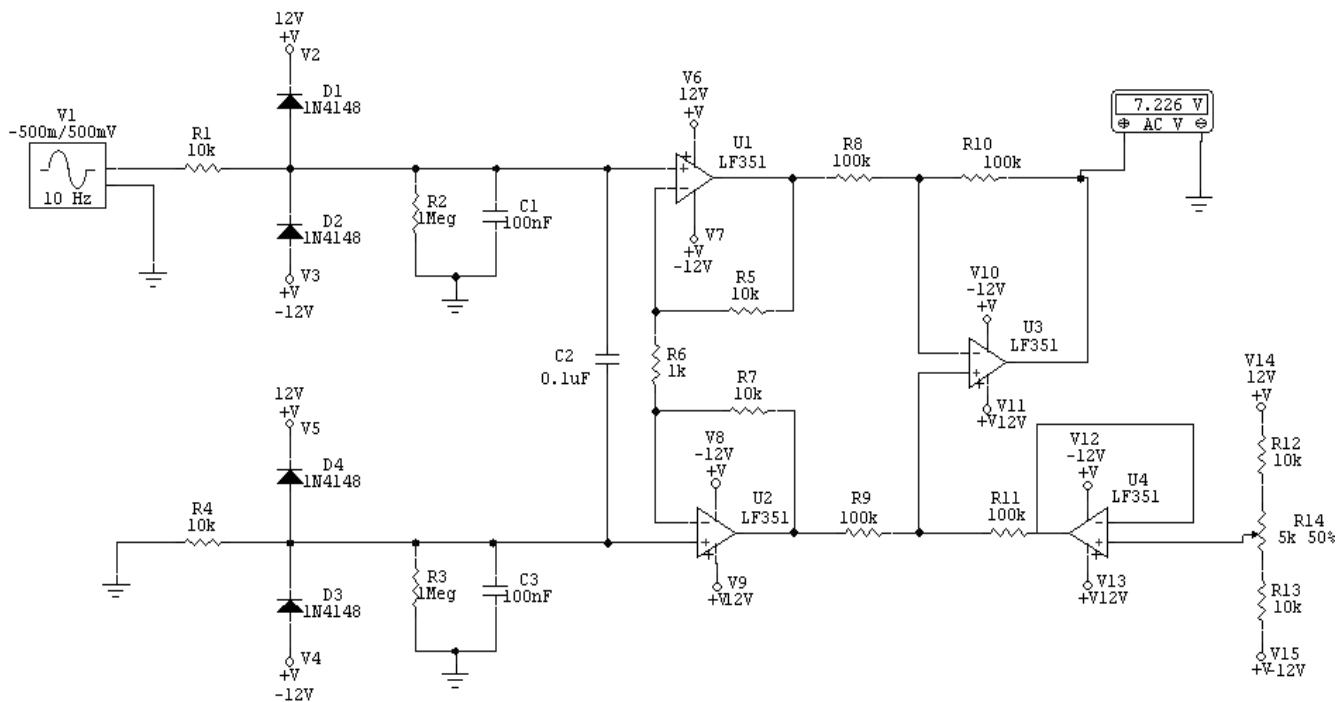

Figura 1.3. Circuito de amplificador de instrumentación.
1. Implemente el circuito de un amplificador de instrumentación mostrado en la Figura 1.3 usando el programa Circuit Maker.
2. Calcule utilizando la Ecuación 1.1 la ganancia diferencial ( $A_d$ ) teórica del circuito de la Figura 1.3.  $A_d$  (teórica)=\_\_\_\_\_.
3. Simule el circuito dando clic en el botón , si el circuito está bien debería de dar el voltaje RMS que se muestra en el multímetro de la Figura 1.3, si es así continúe con el paso 4, sino es que hay algún error en el circuito por lo que debe revisar las uniones, los valores colocados a los elementos etc, hasta encontrar el error y obtener el valor esperado.
- Con la Ecuación 1.1 calcule el valor de la resistencia  $R_{Gain}$  que se le debe colocar al circuito de la Figura 1.3 para obtener una GANANCIA de 100.  $R_{GANANCIA} = \text{_____ } \Omega$ .
- Reconecte de nuevo las entradas del amplificador de instrumentación, una al generador de señales y la otra a tierra como estaban en la Figura 1.3.
- Obtenga la curva de transferencia de la señal (DC) para el amplificador para un voltaje de entrada de 50mv a 500mv en pasos de 10mV, para ello seleccione del menú "Simulation" la opción "Analyses Setup", luego de clic en el botón "DC", clic en la opción "Enabled" y coloque los siguientes valores en los parámetros:
- Source Name: Elija el nombre del generador de funciones (en el circuito de la Figura 1.3 por ejemplo es V1).